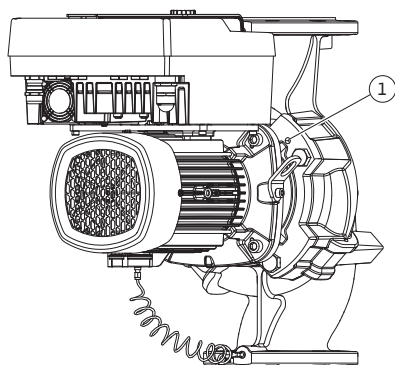
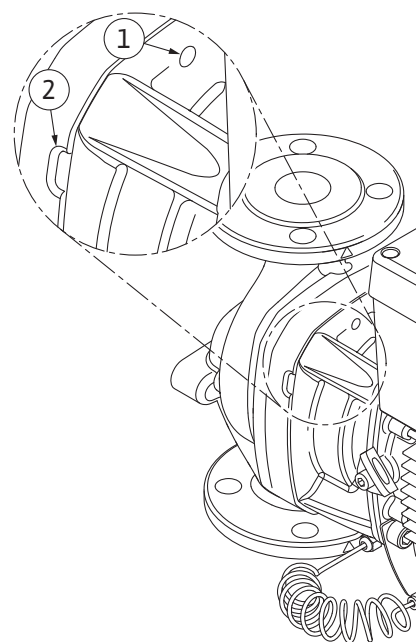

Fig. 104: Ievietojamā moduļa nospiešana, izmantojot vītnes urbumus
Fig. 105: Vītņu urbumi un atvērumi ievietojamā moduļa izņemšanai no sūkņa korpusa
12. Sūkņa tipam (Fig. III, IV) atskrūvējiet skrūves (29. poz.). Izmantojiet abus blakus esošos vītnes urbumus (Fig. 104, 1. poz.) un piemērotas skrūves, ko nodrošina pasūtītājs (piemēram, M10 x 25 mm). Nospiediet ievietojamo moduli no sūkņa korpusa. Sūkņa tipam (Fig. I un Fig. II) izmantojiet abus vītnes urbumus M10 (skat. Fig. 105) un piemērotas skrūves, ko nodrošina pasūtītājs (piemēram, M10 x 20 mm). Nospiešanai var izmantot arī šķēlumus (skat. Fig. 105, 2. poz.).